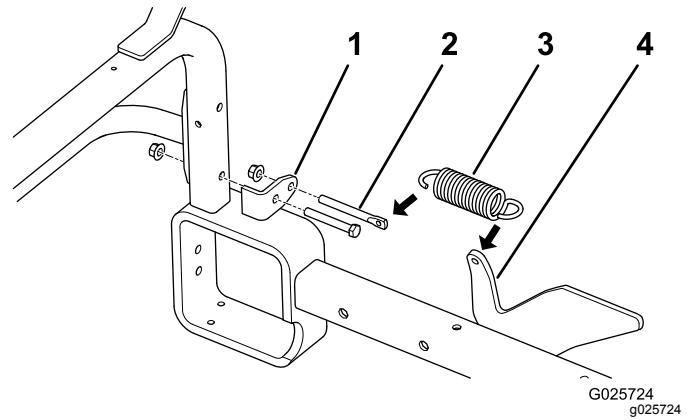

Bild 26
2. Nehmen Sie die **untere** Mutter und Schraube ab, mit denen jede Befestigungshalterung des Anbauvorrichtungrohr an den vertikalen Rahmenrohren befestigt ist (Bild 26).
Hinweis: Positionieren Sie die Federhalterungen wie in Bild 26 abgebildet.